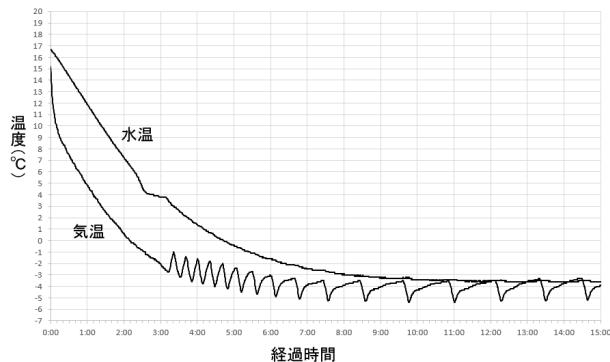
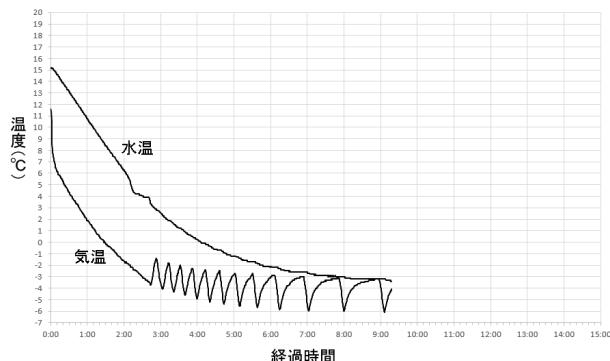
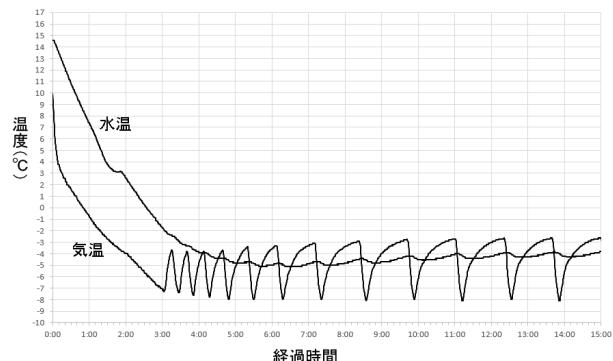

図2. 冷凍庫内の気温と水温(「弱」設定)
図3. 冷凍庫内の気温と水温(「強」設定)
図4. 冷凍庫内の気温と水温(角部分)
なお、図2の③付近で水温が異常な変化をしているが、これは水の比重が 4°C で最も大きいことから、ペットボトルの中の水が対流し始めたためだと思われる。また、図2の④では一時的に気温が少し上がっているが、これは温度計に近い位置のペットボトルの水が凍り、その付近の気温が少し上昇したのだと思われる。
図2、図3は、25本の内、中央のペットボトルの中の水温と、その近くの気温の変化である。図2は冷凍庫の調整ダイヤルを最も弱い「1」にした場合で、図3は最も強い「8」にした場合である(約9時間で中断)。温度が下がるスピードは異なっているが、冷凍庫内の気温は-5°C前後まで下がり、そこで上下を繰り返しているのがわかる。この繰り返しが、サーモスタットによる冷凍庫の電源がON・OFFを反映したものである。気温はこのように上下しているが、水温は緩やかに変化し、
次に、冷凍庫内の角にあるペットボトルの中の水温と、その近くの気温の変化を測定したのが図4である。冷凍庫の調整ダイヤルは最も強い「8」であるが、図3の中央付近のペットボトルの水と比較すると、冷凍庫の電源のON・OFFに伴って、水温も少し上下を繰り返していることがわかる。また、冷却開始から6時間くらい経つと水温は-5°C程度まで下がっているが、その後少し温度が上がっている。実際に過冷却水を作成すると平均2~3本凍っていたが、凍ってしまうのは周囲の壁面のそばのペットボトルであり、このような温度変化により凍りやすいのかもしれない。